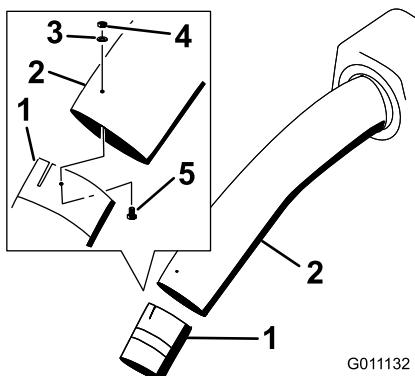

Figura 28
- Unite i tubi superiore e inferiore con 3 bulloni (#10 x 3/4 poll.), 3 rondelle piane (7/32 poll.) e 3 dadi di bloccaggio (#10) (Figura 28).